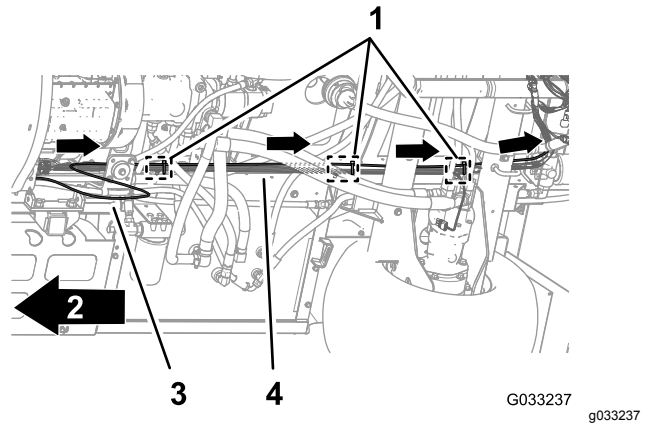

Figura 121
1. Enrute el tubo del sensor de presión del indicador del salpicadero a lo largo del arnés de cables trasero de la máquina (Figura 121).
2. Fije el tubo del sensor de presión al arnés de cables trasero con 3 sujetacables adyacentes a los 3 tacos con brida en los puntos de anclaje del chasis para el arnés de cables trasero (Figura 121).